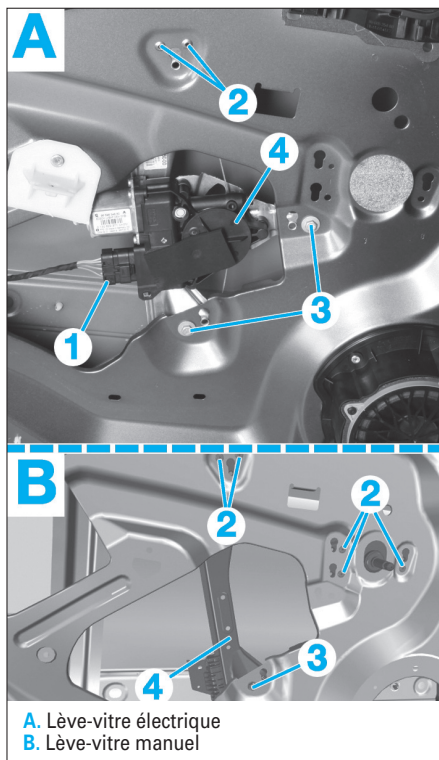

Fig. 115
- Pour les modèles équipés de lève-vitres électriques, débrancher le connecteur d'alimentation (1) (Fig.115).
- À l'aide d'un foret de Ø 6 mm, percer les rivets (2).
- Déposer les vis de fixation (3) du mécanisme (4).